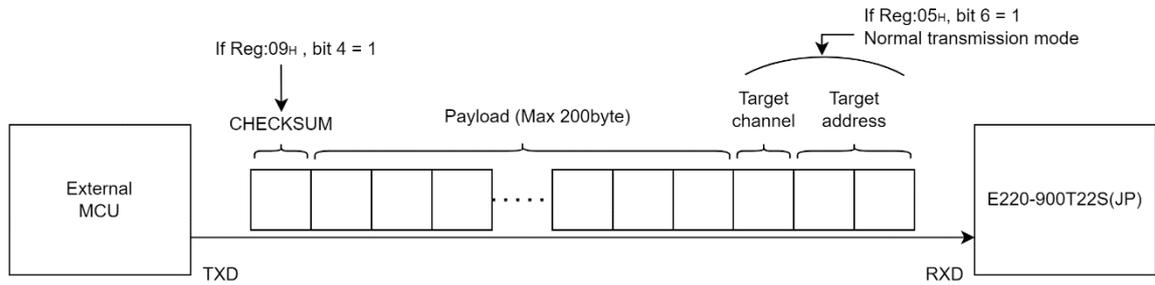

図 28 MCU から本モジュールへの UART 入力バイト列
4.2 節で説明した宛先デバイスを指定した通信を行う通常 (Fixed-block) 送信モードです。このモードでは送信時の、MCU (TXD) からのシリアルポートを介して本製品 (RXD) ヘデータを入力する際に、図 28 の通り、ペイロードデータの前に宛先デ